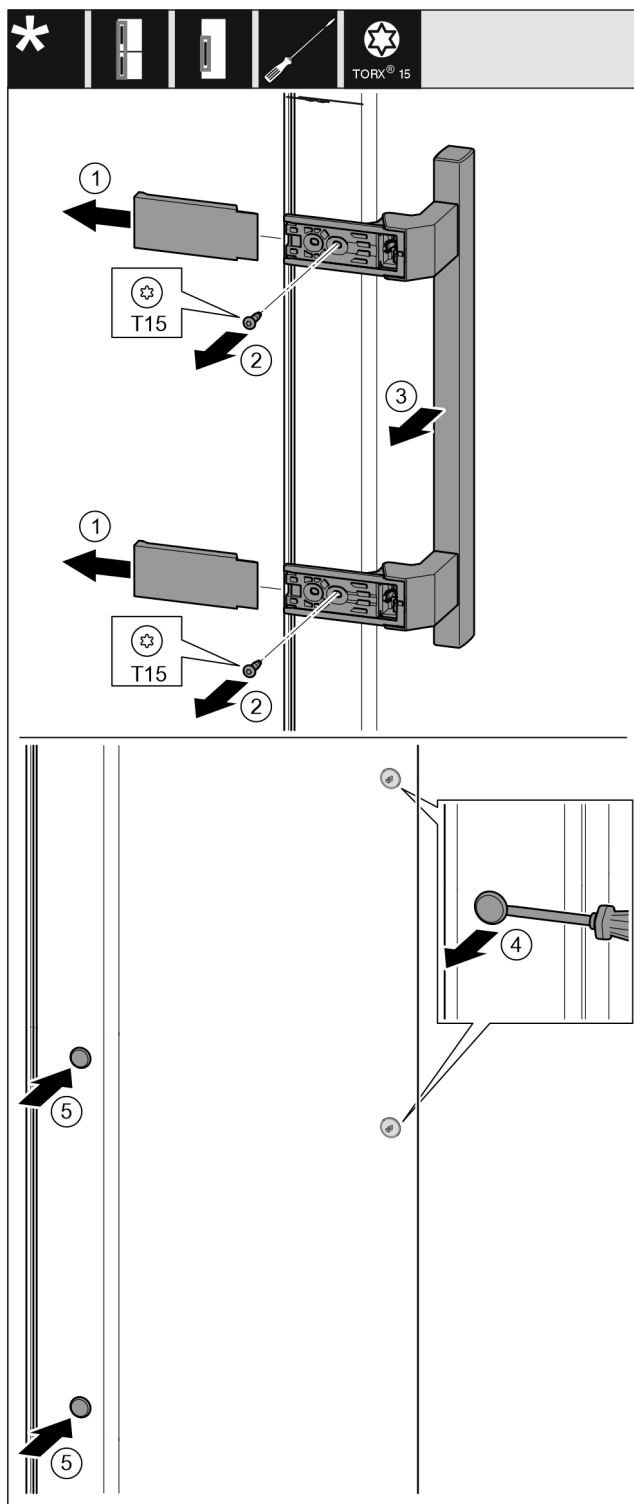

Fig. 17
- ▶ Rimuovere la copertura. Fig. 17 (1)
- ▶ Svitare le viti con il cacciavite T15. Fig. 17 (2)
- ▶ Rimuovere la maniglia. Fig. 17 (3)
- ▶ Con un cacciavite a testa a intaglio sollevare con cautela i tappi laterali ed estrarli. Fig. 17 (4)
- ▶ Inserire nuovamente i tappi sull'altro lato. Fig. 17 (5)